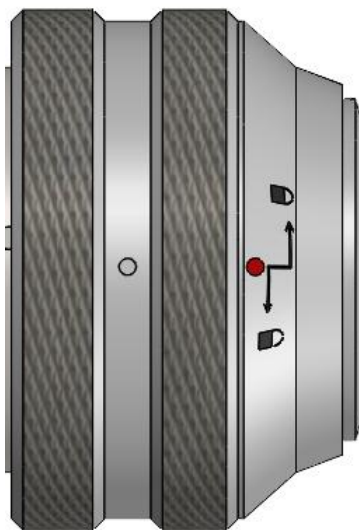

图1.9
- ③ 将QBH连接器拧至打开状态：逆时针方向旋至极限位置（可以感觉到“噎”的一声），注意转到位即可，不要大力拧动，否则可能会损坏QBH内部结构，如图1.9所示：